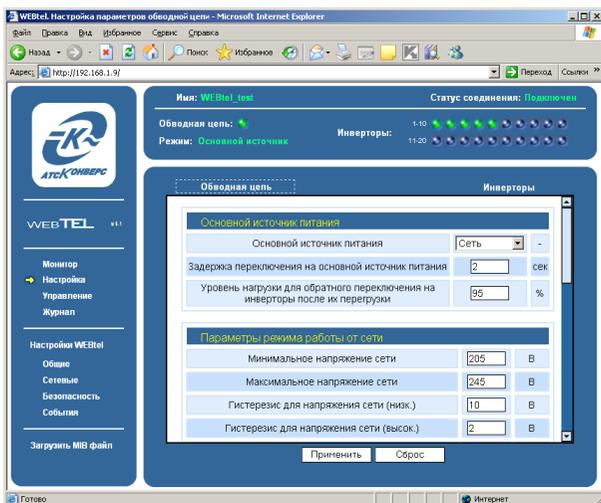

Рисунок 13 – Страница настройки параметров СПТ
7.6.4 Страница настройки параметров СПТ отображается в центральной части окна web-браузера (рисунок 13). Параметры инверторов и параметры модуля статического переключателя обводной цепи разделены на две группы. Для просмотра нужной группы параметров необходимо левой кнопкой мыши щелкнуть по надписи «Обводная цепь» или «Инверторы».